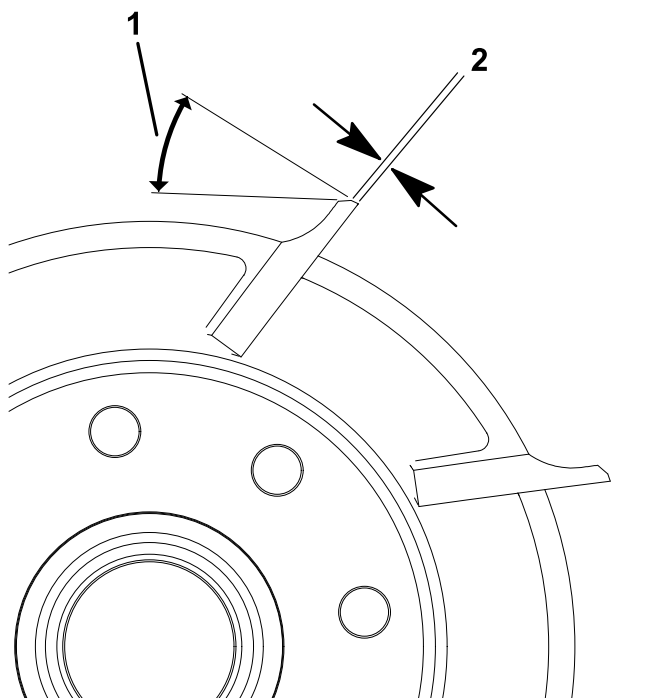

Рисунок 19
1. Произведите 30-градусное затыловочное шлифование всех ножей барабана, пока не будет достигнута ширина витка 0,76 мм (Рисунок 19).